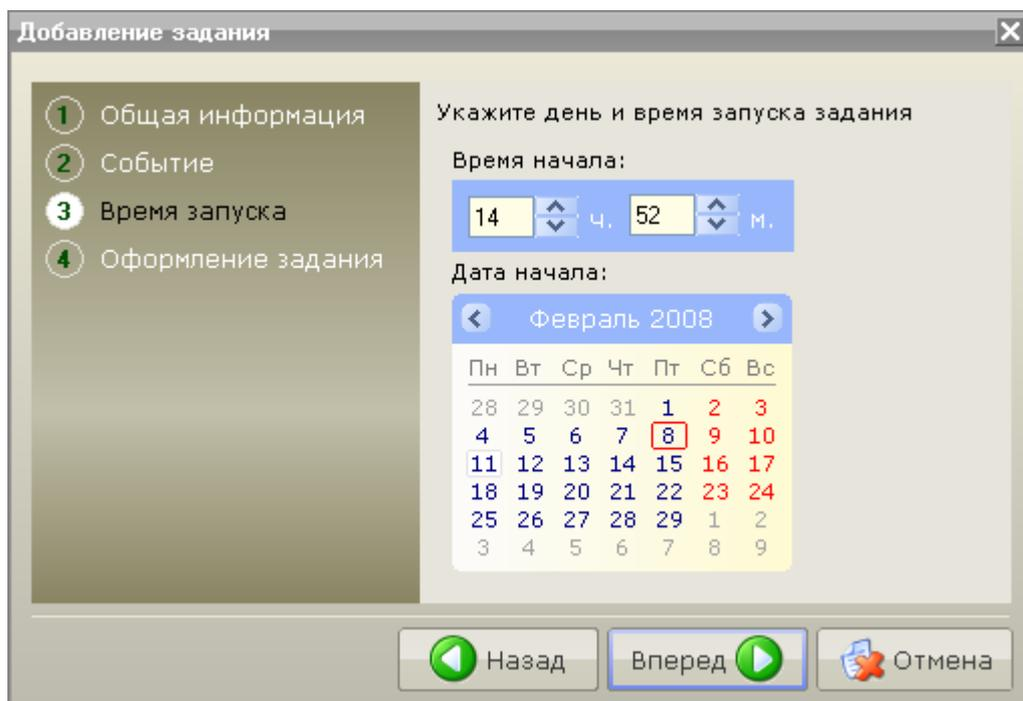

Рис. 4.15.6
- Однократно – задание будет выполнено однократно, согласно указанной дате и времени (рис. 4.15.6):